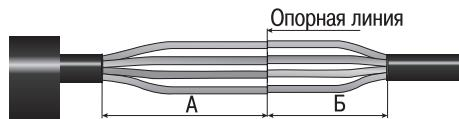

Рисунок 2
- 4.6 Удалить наружный покров кабеля до меток на каждом кабеле (рисунок 2).